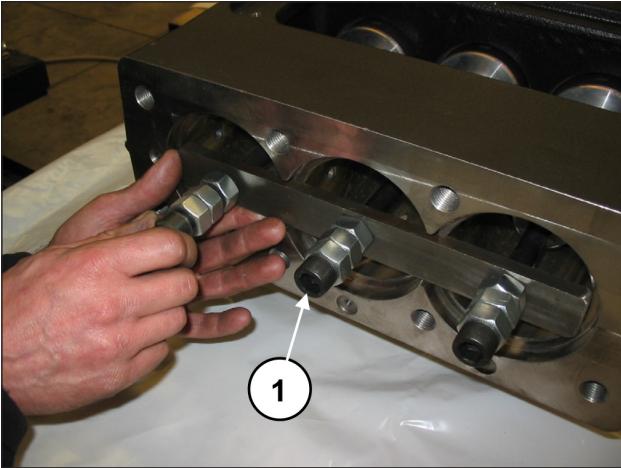

Abb. 39
Schieben Sie die Pleuelhälften in Richtung Hydraulik vor und sichern Sie diese mit dem entsprechenden Werkzeug (Art. 27566200) (Pos. ①, Abb. 39).